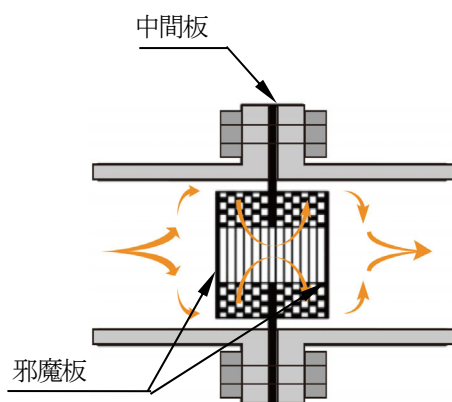

図3 両側配置
- (1) 納入時は、図3のように両側配置になっています。流体は中間板の上流及び下流に配置されている積層体により混合されます。